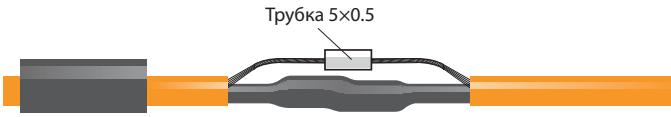

Рисунок 10
4.12. Отогнуть экраны от оболочки нагревательных кабелей. Вставить в трубку 5×0.5 (длиной 5 мм) экраны нагревательных кабелей. Концы экранов не должны выступать за торцы медной трубы. Опрессовать медную трубку кремпером HT 236E согласно рис. 10.